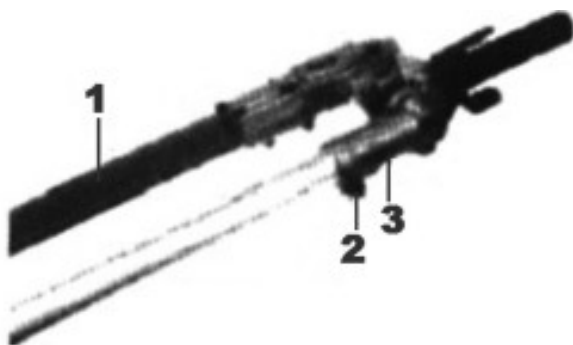

Fig.HT3
- 5) Avec un tournevis, vérifiez que toutes les vis sont correctement serrées (Fig.HT3).